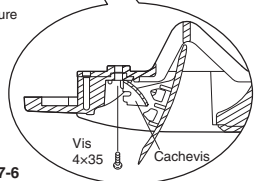

Fig. 7-6
- (7) Insérer les vis fournies dans les trous au centre du panneau (2 emplacements, avant et arrière) et les serrer. Conformément à la Fig. 7-6, enlever le couvercle des vis au centre de la sortie de décharge puis insérer, resserrer la vis et refermer le couvercle.